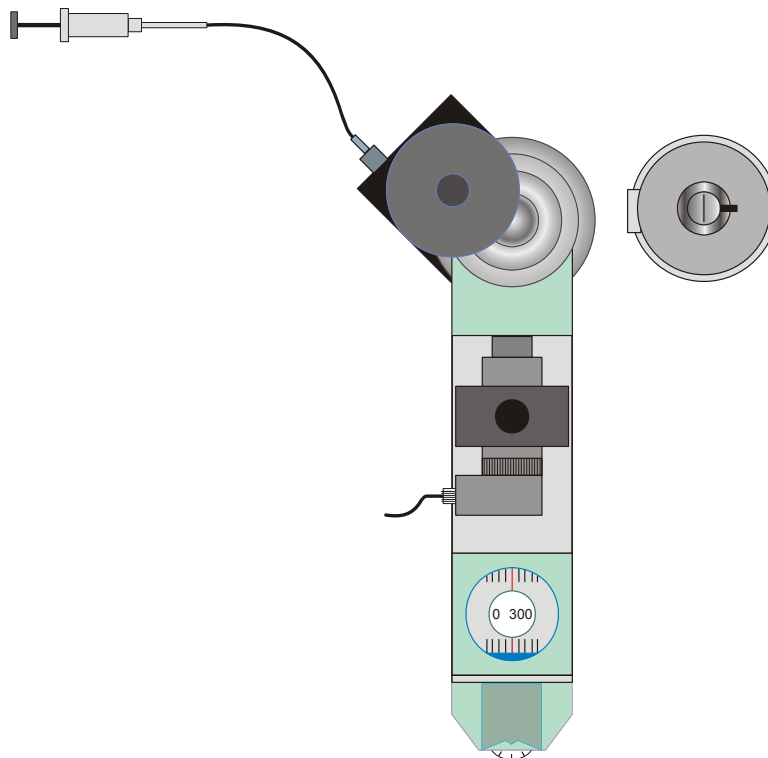

Fig. 9 Montaje de un depósito de láminas de dispersión
- Se retira la mordaza del soporte de muestras (ver Fig. 9).